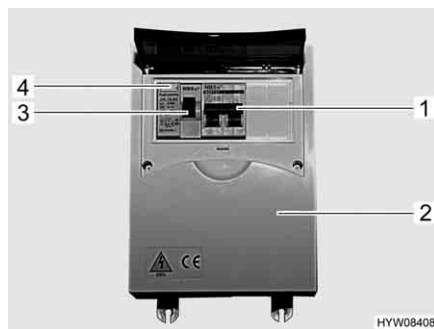

Bild 49 230-V-Sicherungskasten mit Leitungsschutzschalter und FI-Schalter
Ein Fehlerstrom-Schutzschalter (FI-Schalter) (Bild 49,3) im Sicherungskasten (Bild 49,2) sichert das gesamte Fahrzeug gegen Fehlerstrom (0,03 A) ab. Der nachgeschaltete Leitungsschutzschalter (10 A) (Bild 49,1) sichert die 230-V-Steckdosen, den Kühlschrank und den Elektroblock ab.
- Wenn das Fahrzeug an die 230-V-Versorgung angeschlossen ist, die Prüftaste (Bild 49,4) drücken. Der Fehlerstromschutzschalter (FI) muss auslösen.